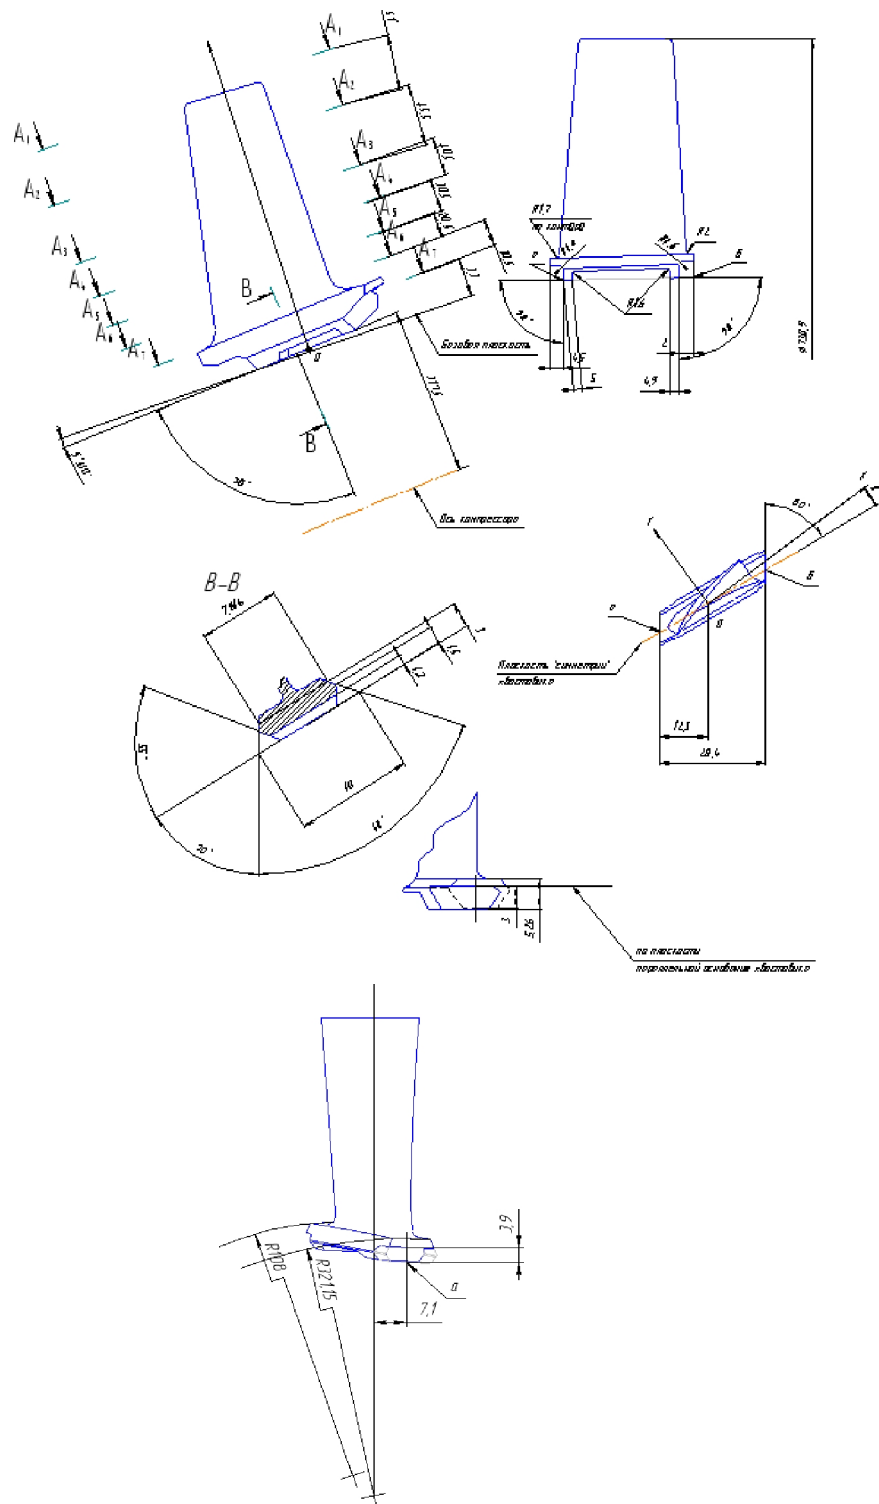
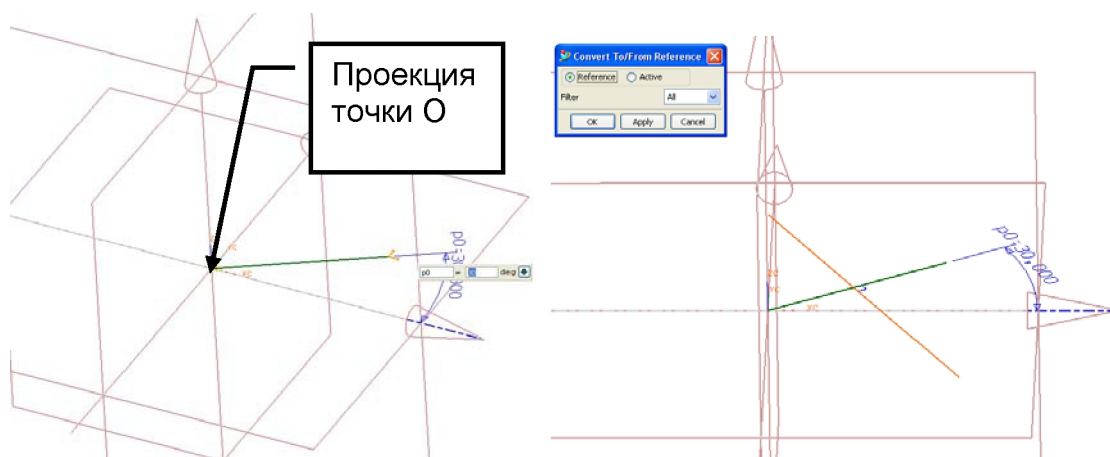
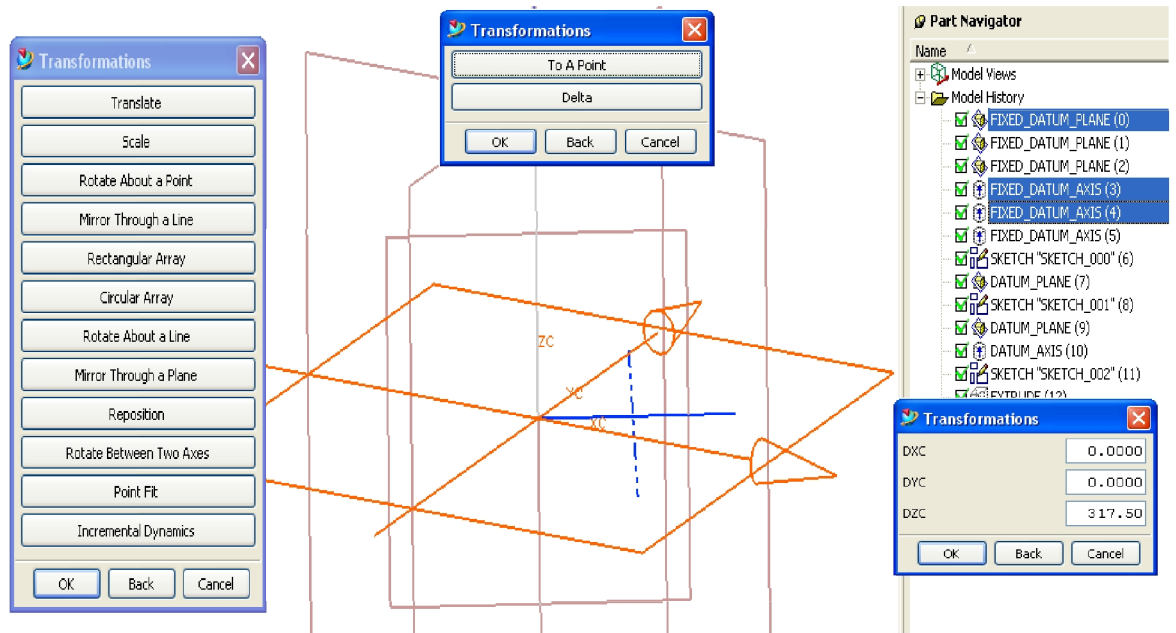

Рис. 2. Эскиз основных размеров лопатки
Рис. 4. Проекция оси хвостовика на плоскость эскиза
Рис. 14. Задание базовой плоскости для построения сечений профиля
Для построения рабочей лопатки компрессора воспользуемся эскизами (Рис. 2) и данными по координатам профилей:
4. Создайте поперечное сечение хвостовика лопатки (сечение **B-B**). Создайте эскиз: **Insert** → **Sketch**, выберите вспомогательную плоскость **X-Y** и нажмите **ОК**. Постройте с помощью предлагаемого инструментария проекцию оси хвостовика (ось **X**, Рис. 2); на плоскости эскиза постройте отрезок, проходящий через центр координатной системы (проекция точки **O**) под углом 30 градусов (Рис. 4). Постройте вспомогательный отрезок, проходящий перпендикулярно проекции оси хвостовика, выйдите из режима эскиз. Создайте вспомогательную плоскость (плоскость симметрии хвостовика), проходящую через проекцию оси хвостовика, нажмите **ОК** (Рис. 5). Создайте эскиз в этой вспомогательной плоскости и постройте отрезок, соединяющий центр координатной системы и точку **O** и отрезок (лежащий в плоскостях симметрии и основания хвостовика), начинающийся в точке **O** и проходящий под углом 5 градусов к горизонтальной плоскости (плоскость **YC-XC**). Результат построения показан на Рис. 6. Выйдите из режима эскиз. Создайте вспомогательную плоскость, проходящую через точку **O** и перпендикулярную замку: **Insert** → **Datum/Point** → **Datum Plane**. Выберите опцию **Point and Direction** (иконка ). Выберите точку **O** как основание плоскости и отрезок в плоскости основания хвостовика как направляющий вектор. Нажмите **ОК** (Рис. 7).
- Создайте плоскости **Datum Plane** и **Datum Axis** в базовой плоскости хвостовика с центром в точке **O** и осями, направленными вдоль осей **Y** и **X** (повернутыми на угол $30+8$ градусов от оси компрессора), как задано в чертеже (Рис. 2). Скопируйте существующие **Datum Plane** и **Datum Axis**: **Edit** → **Transform...** и выберите **Datum Plane** и **Datum Axis**, как показано на Рис. 14. Выберите кнопку **Translate, Delta** и задайте
- Создайте аналогичным образом вспомогательные плоскости и оси для построения сечений с учетом расстояния от оси компрессора до сечения и углов разворота сечения (Рис. 2). Созданные плоскости и оси для сечений лопатки **A₁-A₁ ... A₇-A₇** показаны на Рис. 16.
- Создайте скругления на входной и выходной кромках. Воспользуйтесь данными, приведенными на (Рис.2). Создайте окружности, касательные к сплайнам и линиям, ограничивающим ширину профиля (Рис. 21).
- Создайте остальные выборки аналогичным способом в соответствии с требованиями чертежа (Рис. 2). Выполните скругление в выборках радиусом 1.6 мм (Рис. 29). Нажмите **OK**.